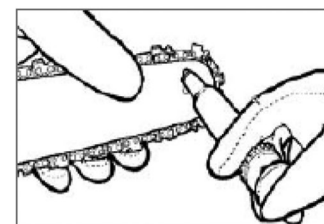

Figura 13
3. Insira a ponta do aplicador dentro do orifício de lubrificação e injete graxa até que transborde pela borda do pinhão. (Figura 13).